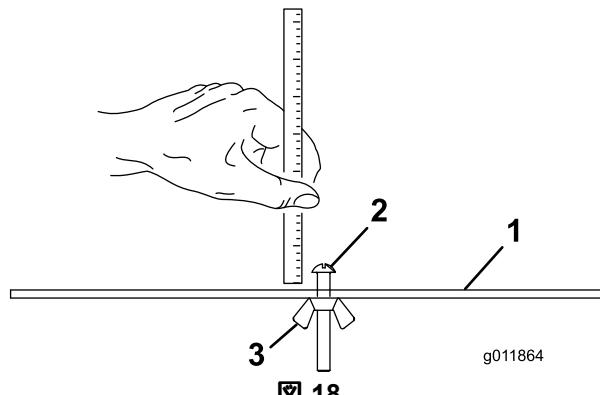

図 18
2. ゲージバー図 18 のナットをゆるめ、調整ネジを希望の刈り高に合わせるネジ頭の下からバーの表面までの距離が刈り高となる。